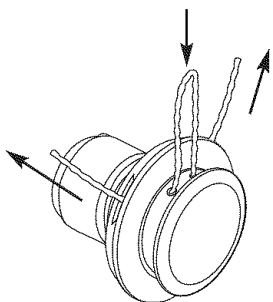

Fig. 12
2. Empuje la curva en la línea hasta que los extremos de la línea salgan por los túneles de colocación (Fig. 12).